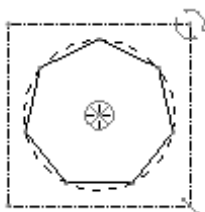

图 2.5.6 七边形
Step5. 将选定的选项拖到图形区。选中  **七边形** 选项后按住鼠标左键不放，把光标移到图形区中，然后松开鼠标，选定的图形就自动出现在图形区中，图形区中的图形如图 2.5.6 所示。此时系统弹出“旋转调整大小”操控板。